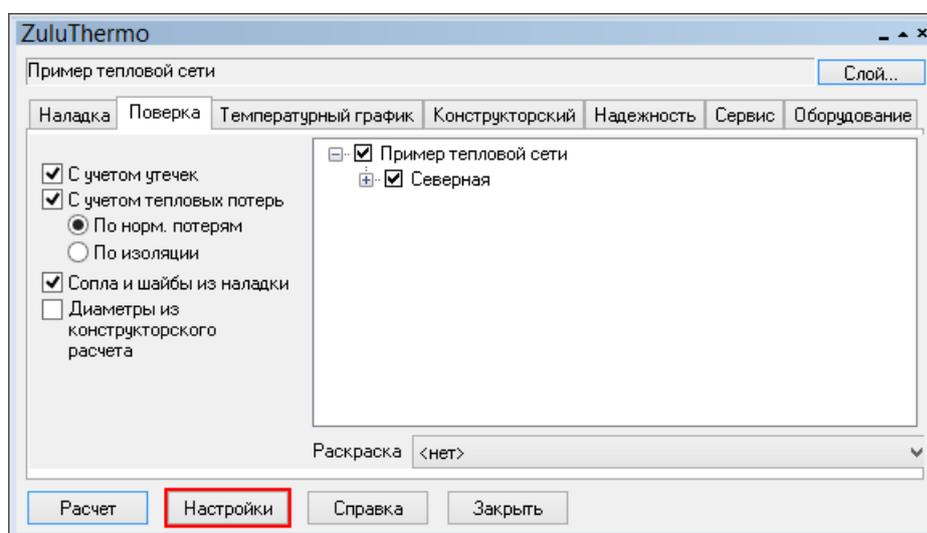

Рисунок 20.34. Панель теплогидравлических расчетов
1. Выбрать команду главного меню Задачи|ZuluThermo, либо нажать кнопку  панели инструментов. Откроется панель выполнения теплогидравлических расчетов (см. Рисунок 20.34, «Панель теплогидравлических расчетов»).